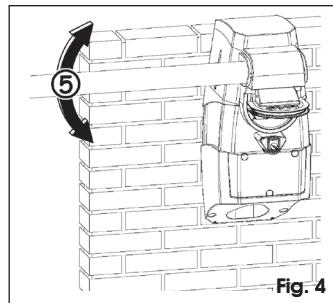

Fig. 4
4. Actionner manuellement la lisse, Fig. 4.